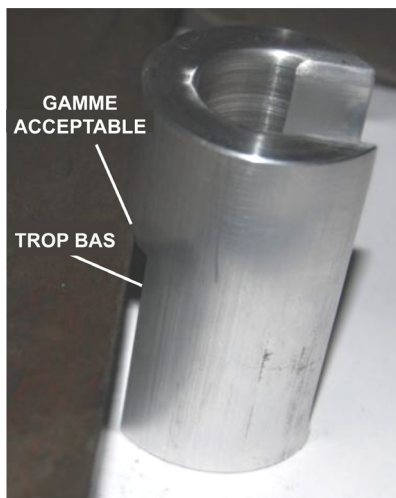

Figure 38. Mesure de la hauteur du bord d'attaque
3. Choisissez une lame sur les deux moteurs gauche et droit. À l'aide de la jauge P/N 32044, mesurez la hauteur du bord d'attaque relevé en vous assurant qu'elle est de $2,00 \pm 0,060$ » (Figure 38). Si la lame glisse sous la première marche, mais pas la suivante, elle est dans les limites.